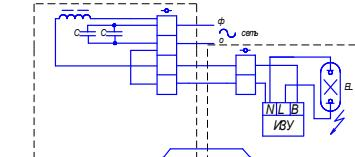

Рис. 2
8.3 Для подключения светильника к ПРА и ПРА к сети необходимо: снять крышку ПРА, отвернув крепежные винты; пропустить в корпус через уплотнительные ниппели кабель (провод) и подключить их к клеммам соответственно от светильника - «лампа», от сети – «сеть» жилы заземления к заземляющему контакту по схеме (рис. 2) закрыть крышку, завернув крепежные винты.